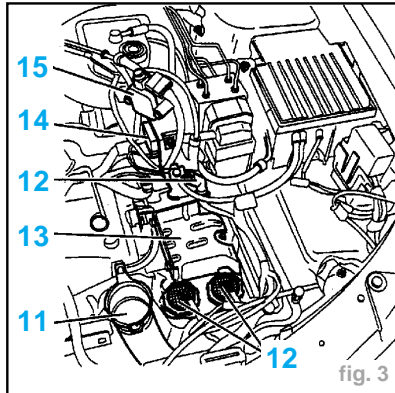

fig. 3
- Déposer le conduit d'air (11) (fig. 3)
- Débrancher, débrider et écarter les connecteurs (12).
- Déposer le support (13).
- Écarter le boîtier de préchauffage (14).
- Déposer la commande d'accélérateur pilotée (15) et son support.